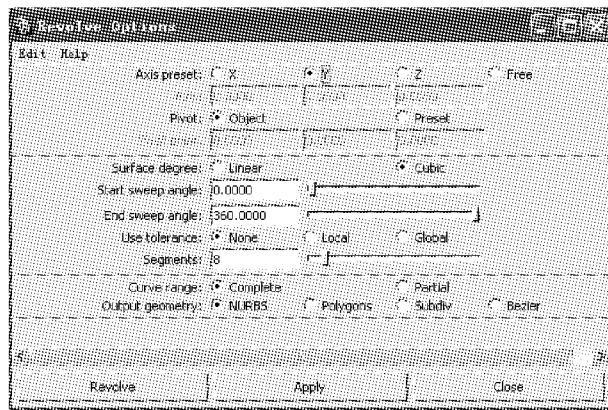

图 3-16 旋转参数设置
- (3) 设置旋转参数如图 3-16 所示。Axis preset 为旋转参照坐标,根据所需要旋转的